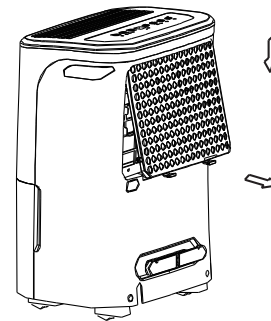

Fig. 8
- Grijp het lipje op de filter vast en trek dit omhoog en vervolgens trek je het naar buiten zoals getoond op Fig. 8.